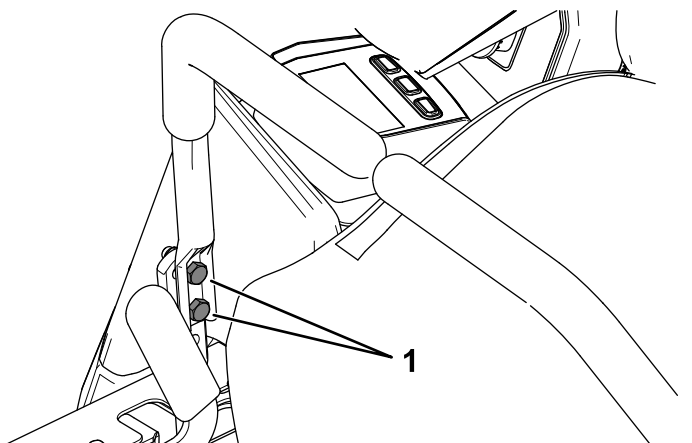

Figura 58
8. Si es necesario alinearlas, afloje los 2 pernos de montaje de la palanca de control de movimiento del lado que está mal alineado (Figura 58).
10. Apriete los 2 pernos de montaje de la palanca de control de movimiento (Figura 58).